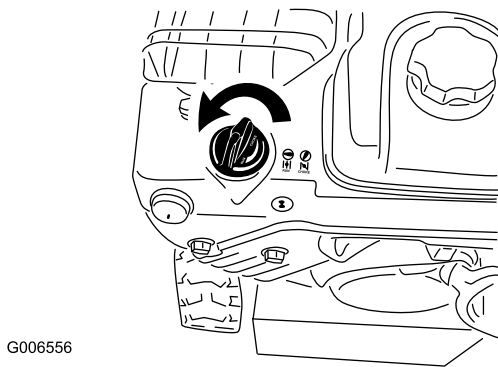

Bild 30
5. Drehen Sie den Choke auf Choke-Stellung (Bild 30).